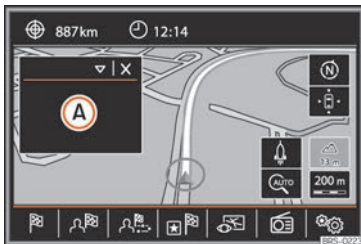

Abb. 217 Zusatzfenster angezeigt.
Im Zusatzfenster » Abb. 217 (A) erscheinen die nachfolgend aufgeführten Informationen: